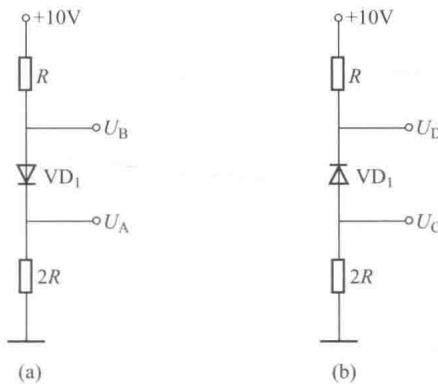

图 1-1
10. 电路如图 1-1 所示，试确定二极管是正偏还是反偏。设二极管正偏时的正向压降为 0.7V，估算 $U_A$ 、 $U_B$ 、 $U_C$  与  $U_D$  的值。